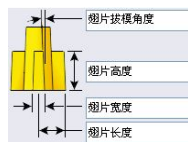

图 4-48 翅片的参数
- (1) 【选择一向量来定义翅片的方向】：选择用于定位一个翅片的方向向量。
- (2) 翅片的各项参数，如图 4-48 所示。